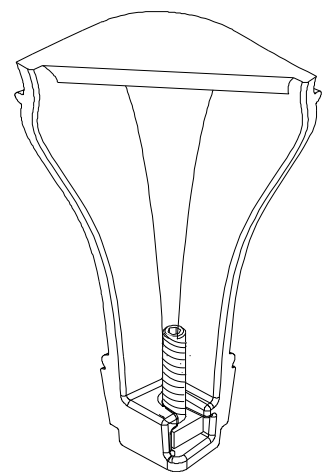

Figure 25.4
10. Utilisez une clé Allen pour ajuster les pieds à la hausse ou à la baisse (**Figure 25.4**).